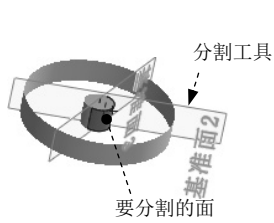

图 6.14.11 分割线 4
Step10. 创建如图 6.14.11 所示的分割线 4。在设计树中选择基准面 2 为分割工具；选取图 6.14.11 所示的模型表面为要分割的面。